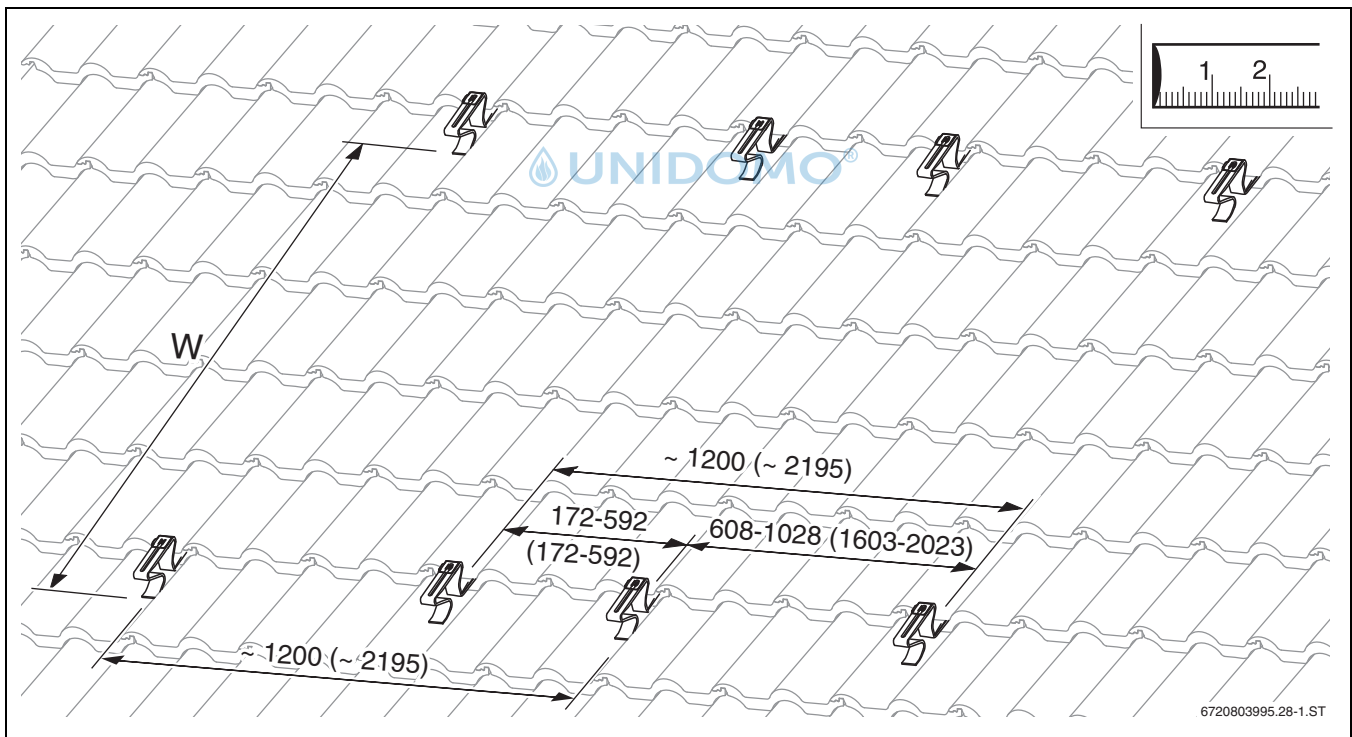

Bild 21 Dachhaken für zwei Kollektoren (Maße in Klammern beziehen sich auf waagerechte Kollektoren; Maße in mm)
► Dachhaken-Positionen festlegen und auf das Dach übertragen (→Bild 21).